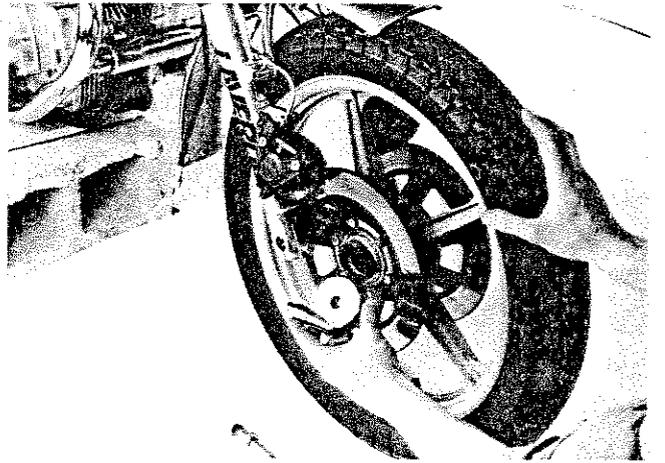

Fig. 199
- 6) Tirare in avanti la ruota svincolandola dalla forcella e dalle pinze dei freni (Fig. 199).
- 6) Pull the wheel forwards, removing it from the fork and from the brake calipers (Fig. 199).